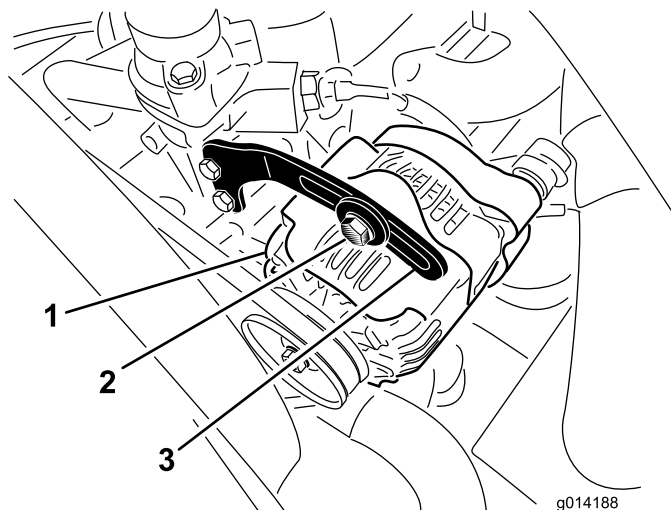

図 45
2. オルタネータ側プーリとクランクシャフト側プーリ間の中央部でオルタネータベルト(図 45)を指で10 kg程度の力で押してベルトの張りを点検する。
3. プレースをオルタネータ(図 45)に固定しているボルトと、オルタネータのピボットボルトをゆるめる。